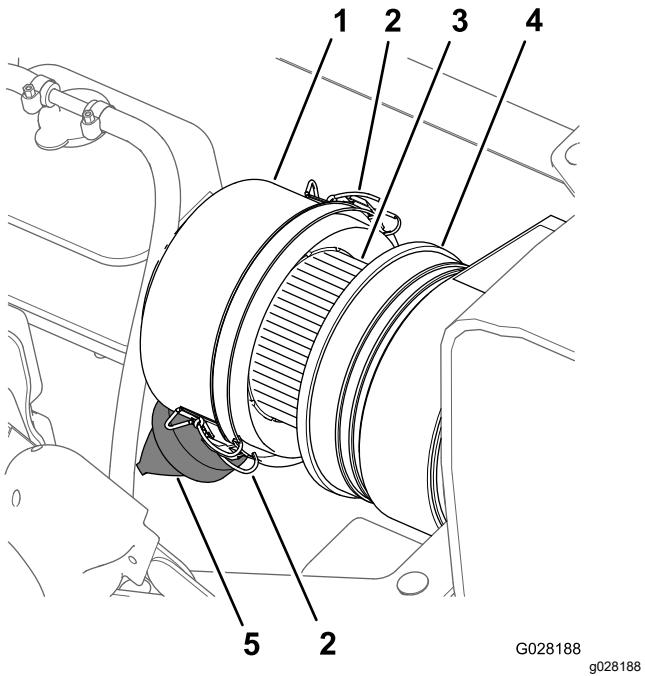
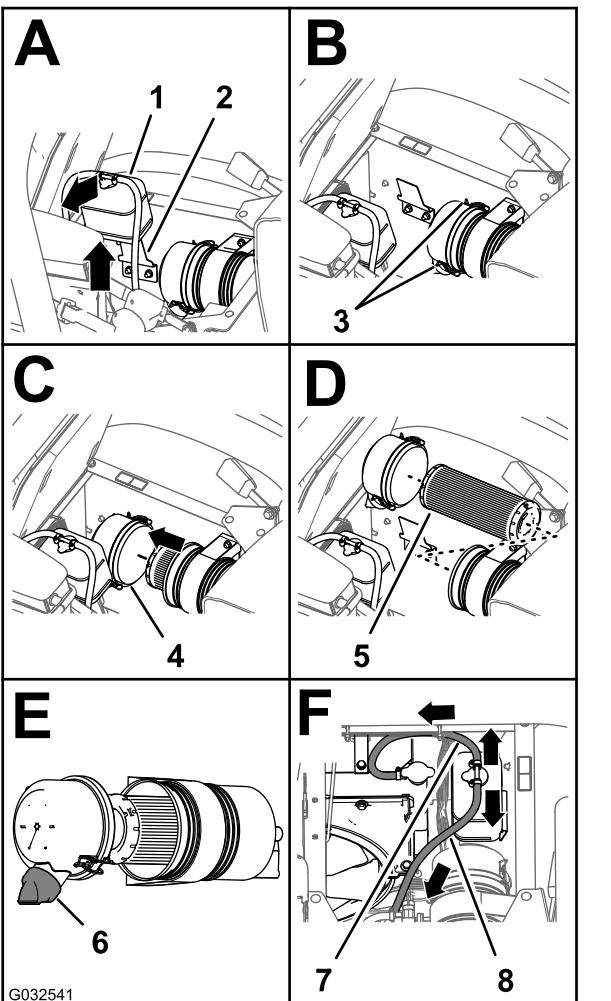

Figure 71
Figure 72
3. Nettoyez le capuchon antipoussière et le boîtier du filtre à air (Figure 71).
4. Recherchez sur le boîtier du filtre à air des dommages susceptibles d'occasionner des fuites d'air (Figure 71).
5. Pressez la valve à poussière pour éliminer les saletés, la poussière et les débris (Figure 71).
7. Vérifiez que l'élément du filtre à air ne présente pas de dépôts excessifs de poussière, saleté ou débris (Figure 71).
8. Reposez le capuchon antipoussière sur le boîtier du filtre à air et fixez-le en place avec les 2 attaches (Figure 71).
2. Nettoyez le capuchon antipoussière et le boîtier du filtre à air (Figure 71).
3. Soulevez le réservoir de trop-plein de liquide de refroidissement pour le déposer de son support (Figure 72).
4. Desserrez les 2 attaches qui fixent le capuchon antipoussière sur le boîtier du filtre à air (Figure 72).
6. Nettoyez l'intérieur du capuchon antipoussière, du boîtier du filtre à air et de la valve à poussière avec un chiffon humide (Figure 71 et Figure 72).
7. Insérez l'élément filtrant dans le boîtier du filtre à air (Figure 72).
8. Reposez le couvercle sur le boîtier du filtre à air et fixez-le en place avec les 2 attaches (Figure 72).
**Remarque:** Vérifiez que la valve à poussière est bien alignée entre les positions 5 et 7 heures vu de l'extrémité (Figure 72).
9. Placez le réservoir de trop-plein du liquide de refroidissement en face de son support et fixez solidement le réservoir (Figure 72).
**Important:** Vérifiez que le flexible de décharge de pression est dirigé vers l'avant et le bas et que le flexible d'évent du réservoir est dirigé vers l'arrière, comme montré à la Figure 72.